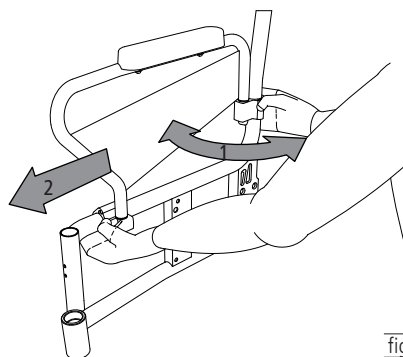

fig. 12
3. Drej herefter den bageste klemmeanordning hen i den ønskede position (1, fig. 12). Skub, samtidig med du holder, den forreste klemmeanordning (2, fig. 12) hen på siderammen, og tryk denne let opad.